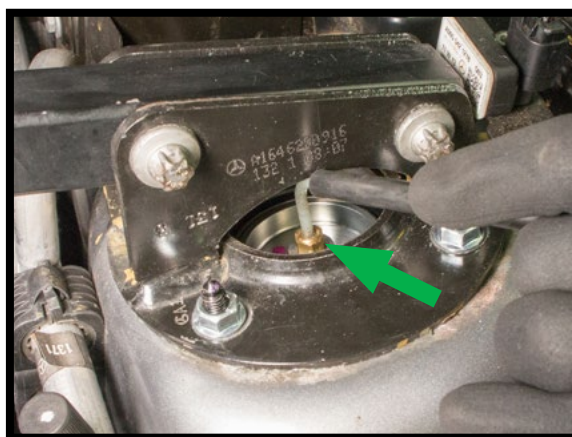

图19
8. 拆下空气进气口接头上的塑料运输销，推入空气软管，直至完全固定（正确插入后，空气管路无法拔出）。（图19）